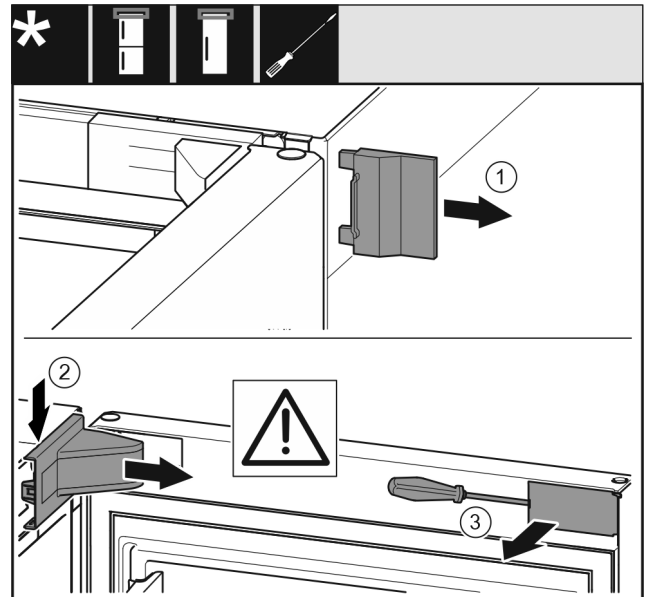

Fig. 6
- ▶ Äußere Abdeckung abnehmen. Fig. 6 (1)
- ▶ Lagerbockabdeckung ausrasten und lösen. Lagerbockabdeckung abnehmen. Fig. 6 (2)
- ▶ Blende mit Schlitzschraubendreher austrasten und zur Seite schwenken. *Fig. 6 (3)*